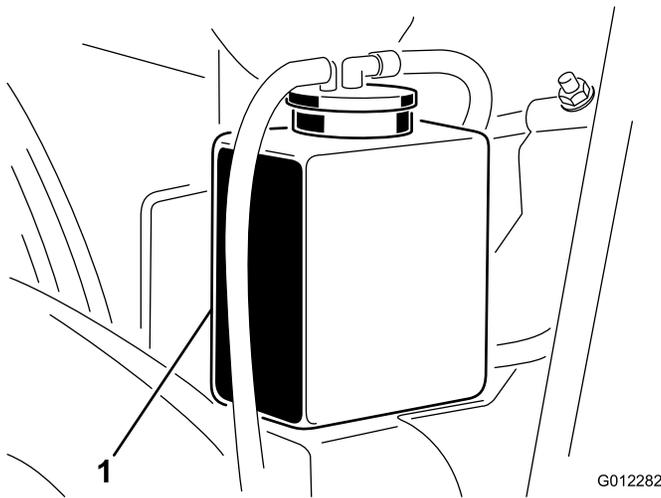
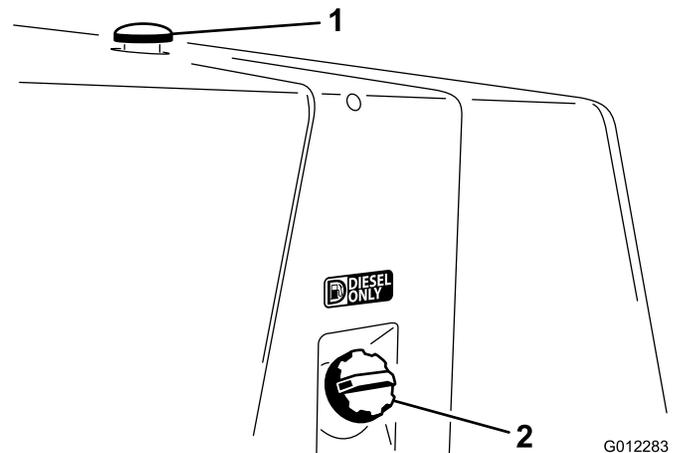

Figura 12
Figura 13
1. Retire cuidadosamente el tapón del radiador (Figura 13) y el tapón del depósito de expansión (Figura 12).
2. Compruebe el nivel de refrigerante del radiador. El radiador debe llenarse hasta la parte superior del cuello de llenado, y el depósito de expansión debe llenarse hasta las marcas del costado del depósito (Figura 12).
3. Retire el tapón del depósito de combustible (Figura 13).